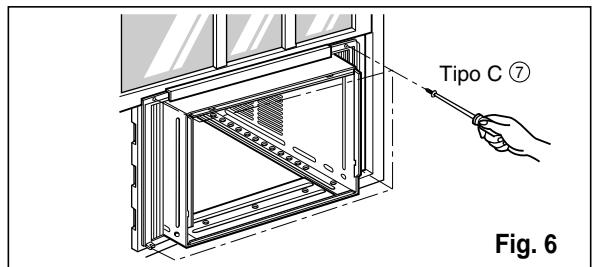

Fig. 6
7. Adjunte el gabinete al banqueta de la ventana atornillando los tornillos ⑥(Tipo B: Largo diecisés milímetros y menos.) a través del ángulo frontal en la banqueta de la ventana.
9. Adjunte cada panel guía a cada lado de la ventana usando tornillos ⑦ (Tipo C). (Ver Fig. 6)